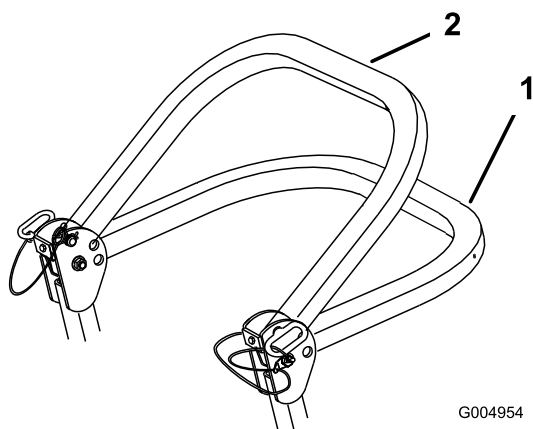

Figura 10
2. Baje la barra antivuelco (Figura 10).
Nota: Hay dos posiciones de bajada; consulte Figura 10.